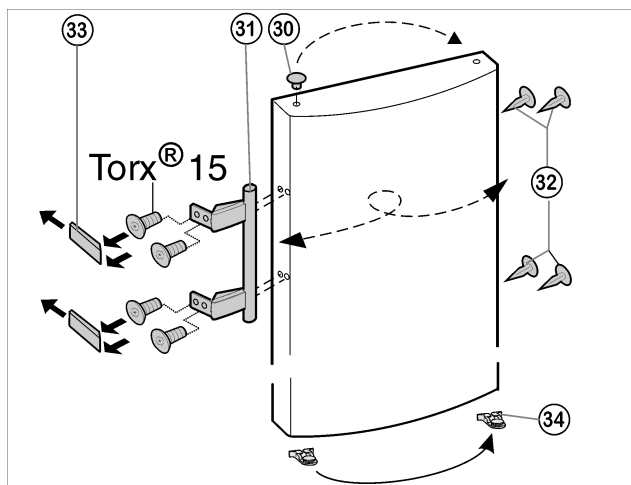

Fig. 11
- ▶ Ved apparater **uden selvluk** skal fjederklemmen Fig. 11 (34) tages ud af indgreb i døren og flyttes over på den anden side.
- ▶ Vip proppen Fig. 11 (30) ud af dørlejebøsningen og flyt den.
- ▶ Afmonter dørhåndtag Fig. 11 (31), prop Fig. 11 (32) og trykplader Fig. 11 (33) og flyt til den modsatte side.